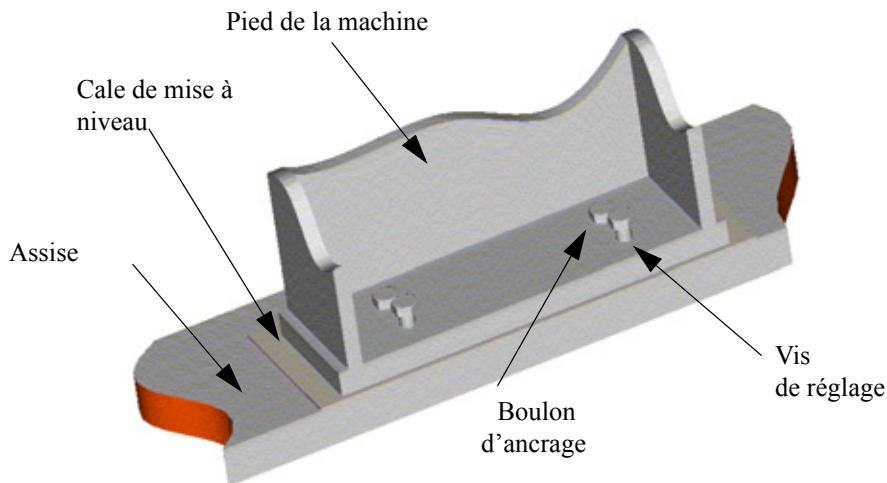

Figure 3-4 Positionnement vertical du pied de la machine
Pour faciliter l'alignement et permettre le montage des cales de mise à niveau, des vis de réglage sont montées sur les pieds de la machine. Reportez-vous à la *Figure 3-4 Positionnement vertical du pied de la machine*. La machine repose sur ces vis de réglage. Notez que la machine doit reposer sur ses quatre pieds (vis) sur une surface parallèle (tolérance maximum : 0,1 mm/4,0 mil). Dans le cas contraire, le châssis de la machine se déformera, risquant d'endommager les paliers ou d'autres pièces.
5. Alignez la machine verticalement en tournant les vis de réglage ou en ajustant à l'aide de vérins hydrauliques. Pour faciliter l'alignement sur le plan vertical, les vis de réglage sont montées sur les pieds de la machine horizontale. Reportez-vous à la *Figure 3-4 Positionnement vertical du pied de la machine*. La précision de l'alignement de la machine est parfois faussée par l'expansion thermique de son châssis. Reportez-vous au *Chapitre 3.6.4 Correction de l'expansion thermique*